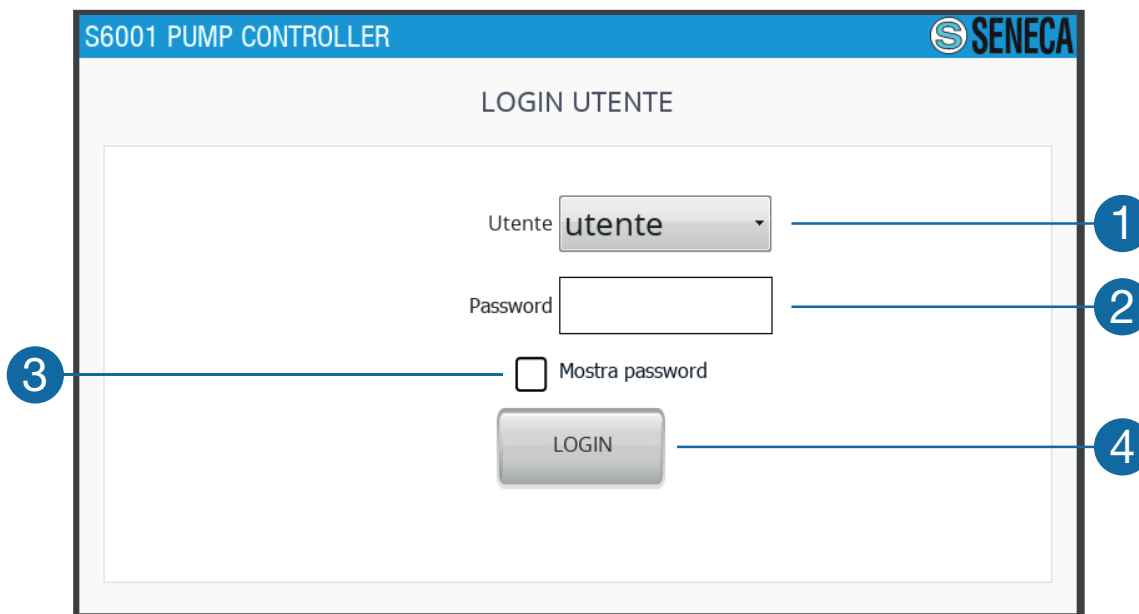

Fig. 47 Pagina "Login"
Il tipo di ingresso analogico AI04 viene automaticamente impostato in funzione del tipo di regolazione selezionata nel primo passo del wizard ed è destinato alla misurazione della variabile di processo. Alla pressione di un campo numerico viene visualizzato il tastierino (**F - Fig. 47 a pag. 60**) per l'immissione del dato.
Alla pressione di un campo alfanumerico viene visualizzata la tastiera (**G - Fig. 47 a pag. 60**) per l'immissione del dato.
- tastierino (F - Fig. 47 a pag. 60) numerico,
- tastiera (G - Fig. 47 a pag. 60) alfanumerica